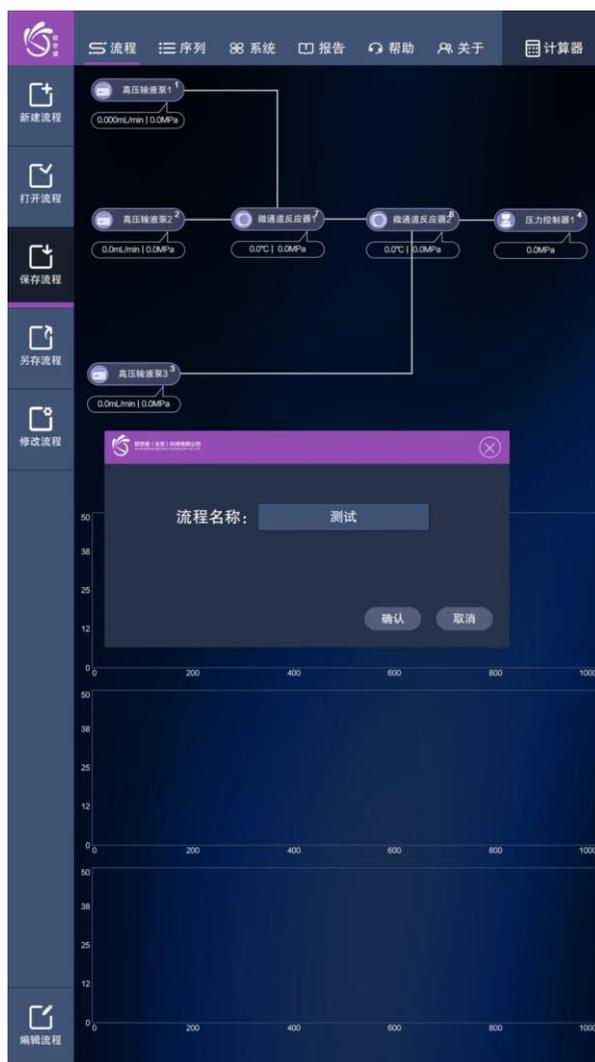
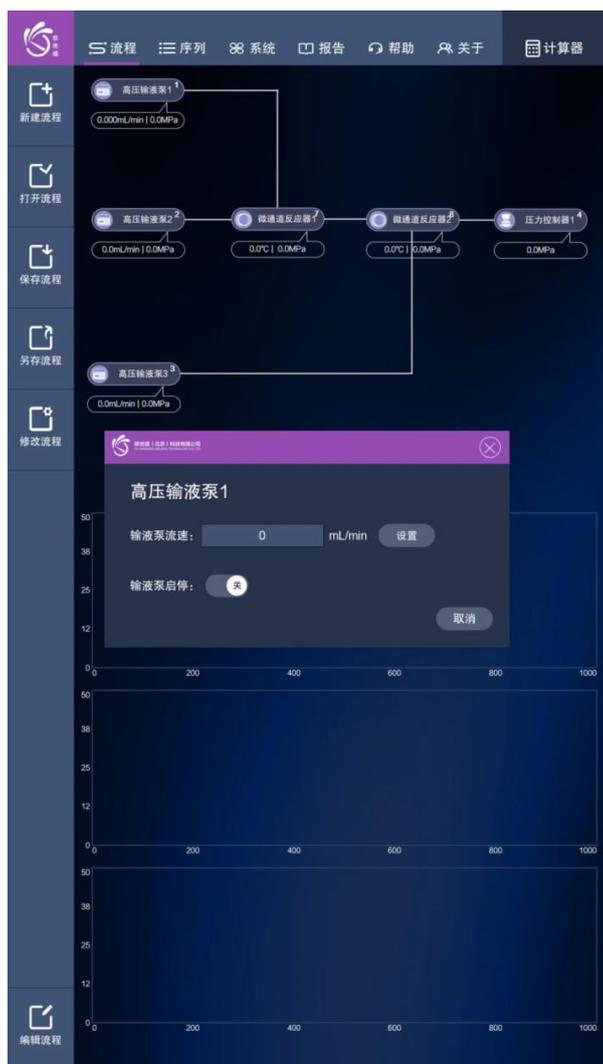

图5-5 保存流程界面
图5-6 模块参数设置界面
- 在图 5-5 界面下，需求修改模块参数，点击需要修改模块，即弹出如图 5-6 所示模块参数设置界面，在此界面下，可设置模块参数，启动、停止模块工作。